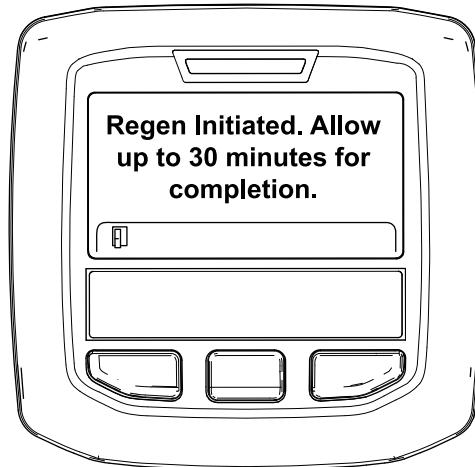

図 54
- 再生許可の場合には Regen Initiated 再生を開始しましたと表示。再生が終了するまで、最大 30 分間が必要。終了まで待つ図 54。